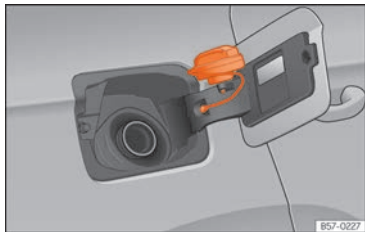

Fig. 61 Sportellino del serbatoio con all'interno il tappo.
- Collocarlo nello spazio della cerniera dello sportellino aperto »» **fig. 61**.